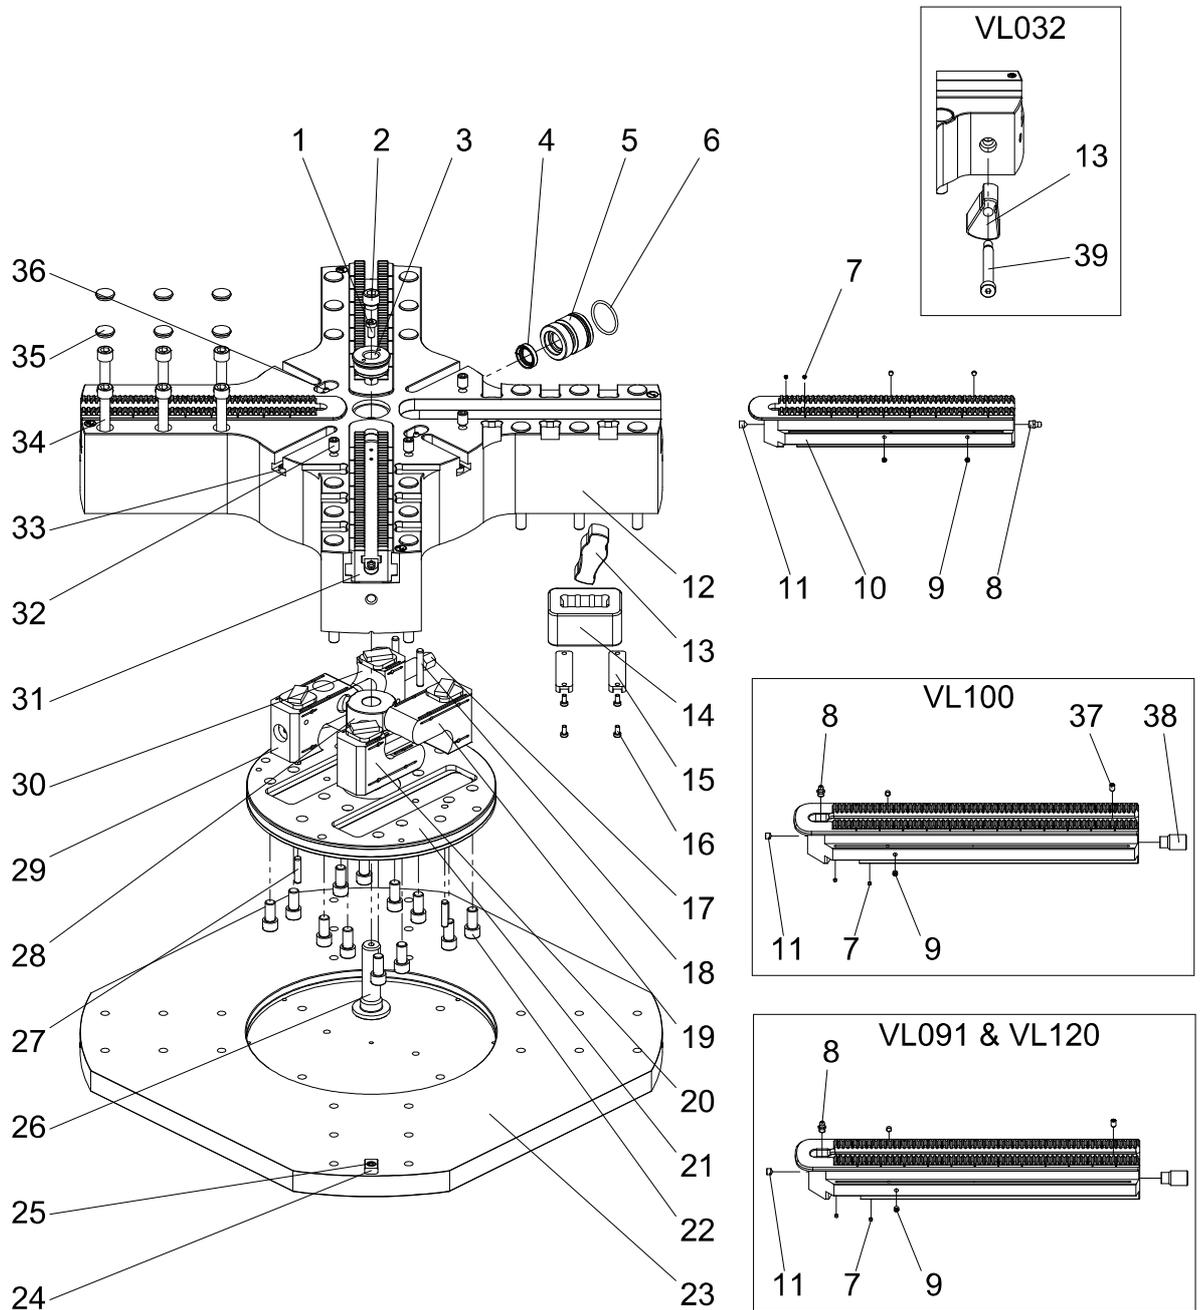

Fig. 8-1 : Pièces de rechange INOFlex® VL032 à VL120
Étape 1 Recherchez la pièce de rechange souhaitée dans la figure 8.1 ou 8.2.